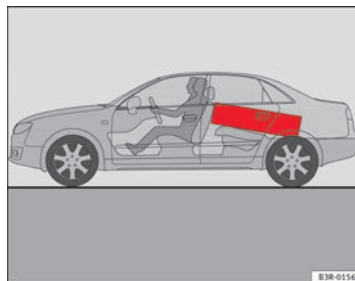

Abb. 114 Legen Sie schwere Gegenstände möglichst weit nach vorn.
- Schwere Gegenstände möglichst weit nach vorn legen ⇒ Abb. 114. ▶